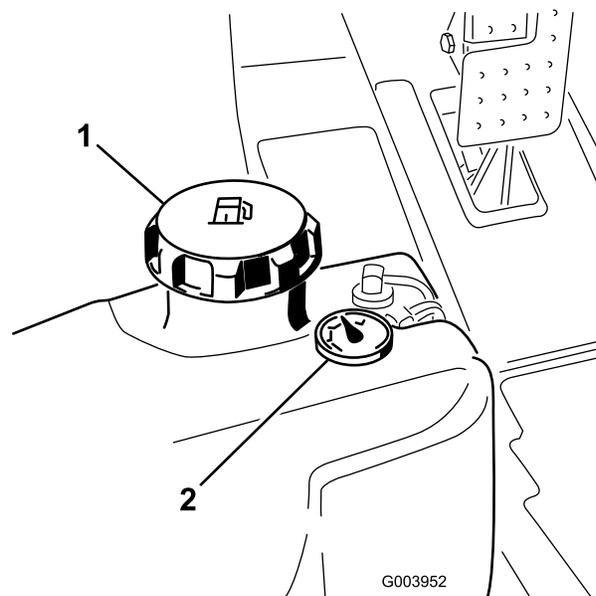

Figure 33
- Enlevez le bouchon du réservoir de carburant (Figure 33).